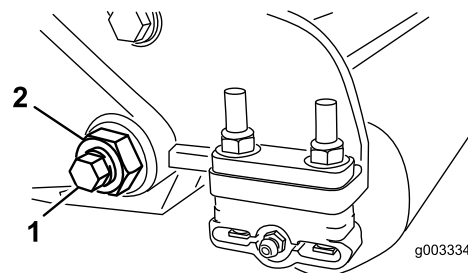
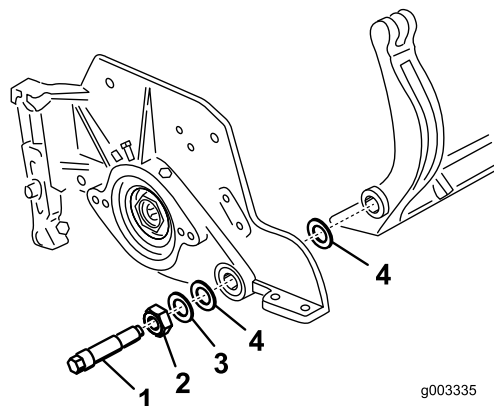

図 31
図 32
3. ベッドバーボルト 図 31 を固定しているロックナット機体両側をゆるめる。
4. 各ベッドバーボルトを抜いて、ベッドバーを下に引き抜いて外す 図 31。ベッドバーの両端にそれぞれナイロンワッシャ2枚とスチールワッシャが1枚ずつあるので注意する 図 32。
4. その外側からスチール製ワッシャを取り付ける 図 32。
ベッドバーボルトを 2736N・m 3.74.6kg・mにトルク締めする。左右の遊びが完全になくなって外側のスチール製ワッシャが回らなくなるまでただし決して締めすぎになったりサイドプレートが変形したりしていないロックナットを締め付ける。内側のワッシャには遊びがあってもかまいません 図 32。